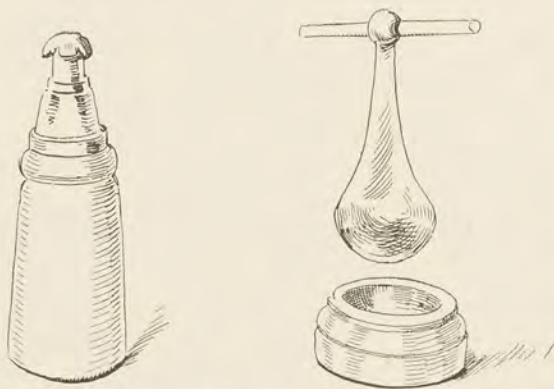

FIG. 306. — Mortier et pilons pour la préparation du boort.
Le *polissage* ou *taille* proprement dite consiste à donner au cristal tout son éclat en régularisant les facettes. Pour cela on chauffe sur un fourneau spécial (fig. 304,1) une coquille de cuivre appelée *dopp*, de façon à ramollir l'alliage de plomb et d'étain contenu dans cette coquille et dans lequel on enchâsse le diamant à tailler suivant la direction voulue. Un bloc de bois (2) sert à cette opération. Puis une fois le diamant fixé (3 et 4) on place le *dopp* dans une sorte de pince (5) qui permet de le tenir pendant que le diamant est présenté à une meule en fonte poreuse qui tourne dans un plan horizontal et avec une vitesse de 2 000 tours à la minute. Cette meule est recouverte d'égrisée mélangée avec un peu d'huile. On se sert avec avantage pour ce travail de la poudre de *boort* obtenue en écrasant une variété de diamant au moyen d'un pilon et d'un mortier en acier (fig. 306). L'ouvrier doit chercher le fil de la pierre, car si la face n'est pas bien placée, elle ne marche pas et le diamant pourrait creuser un sillon dans la meule.